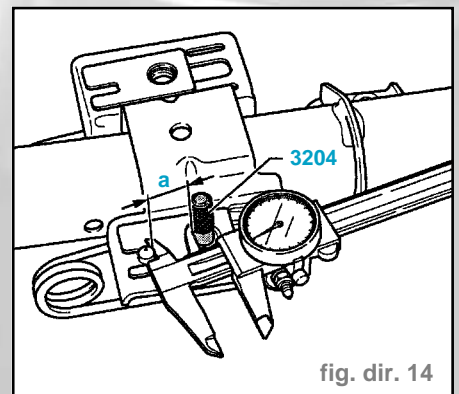

fig. dir. 14
- Utiliser comme auxiliaire de mesure l'outil spécial **3204** (fig. dir. 14).